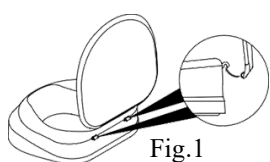

Fig.1
- Installez le couvercle en le cliquant dans les supports (Fig. 1).